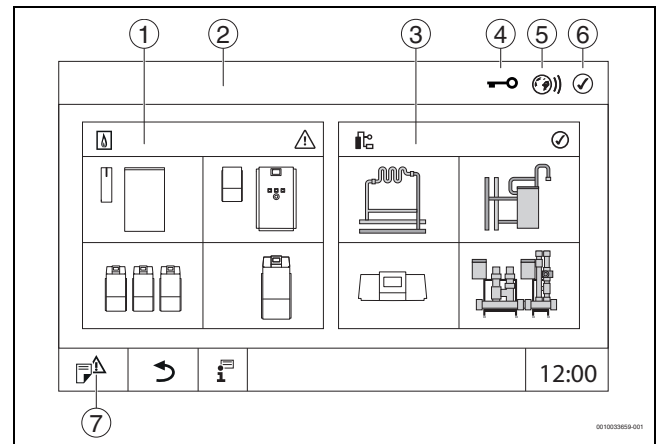

Bild 8 Systemübersicht (Beispiel)
- **Anlage** antippen (→ Bild 8, [3], Seite 19). Die Anlagenübersicht mit den angeschlossenen Funktionen und Regelgeräten (Slave-Regelgerät (Subsystem)) öffnet sich.